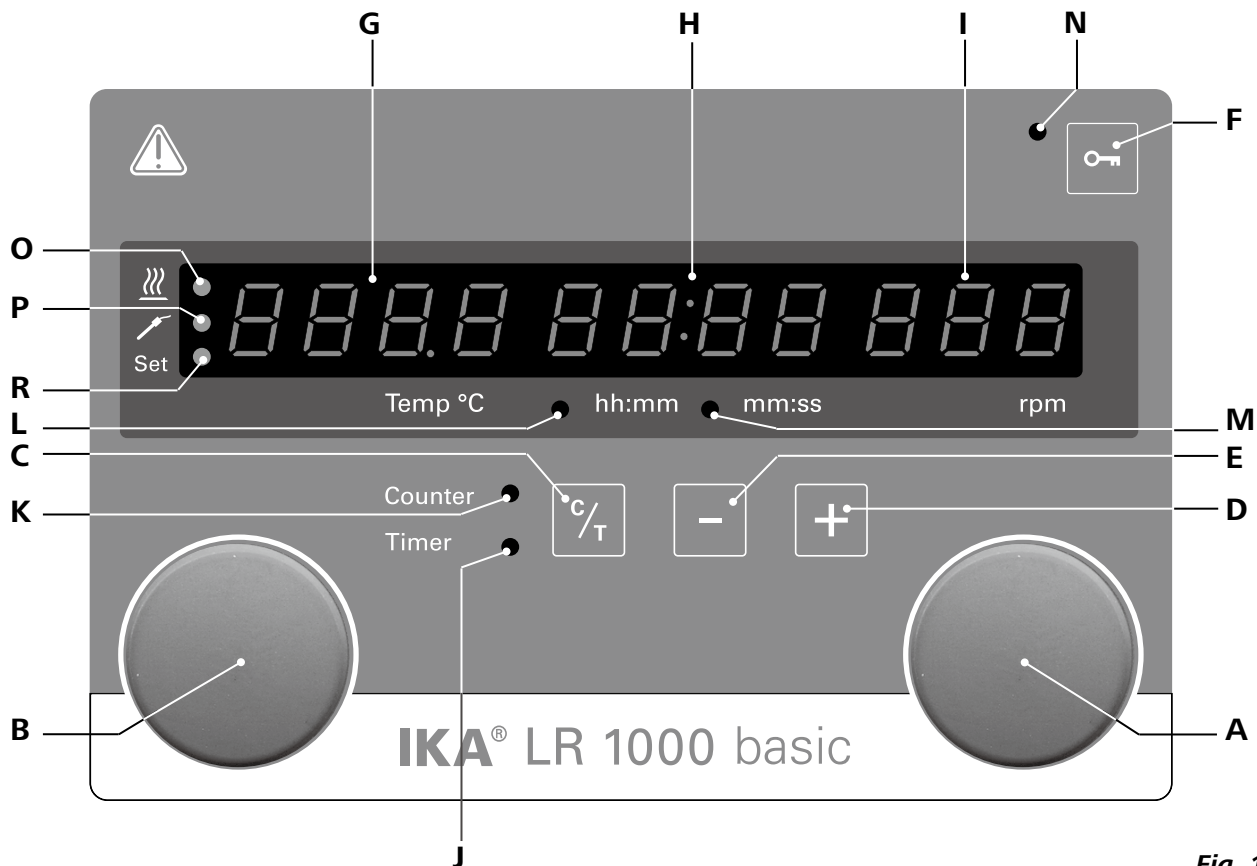

Fig. 11
Вращая поворотную-нажимную ручку (A), можно регулировать заданную частоту вращения. Для запуска мешалки нажмите поворотную-нажимную ручку (A, см Fig. 11).
Вращая поворотную-нажимную ручку (B), можно регулировать заданную температуру. Для включения нагрева нажмите поворотную-нажимную ручку (B, см Fig. 11).
Функцию нагрева можно запустить и остановить нажатием на левую поворотную/нажимную ручку (B). Далее на дисплее будет поочередно отображаться целевая и фактическая температура (G, см. рис. 11). При отображении значения начальной температуры загорается светодиод (R, см. рис. 11).
При работе менее 1 часа счетчик находится в режиме отображения минут и секунд (ММ:СС), и загорается светодиод (М, см. рис. 11).
Для регулировки времени нагревания служат кнопки Time (+) (D, см. рис. 11) и Time (-) (D, см. рис. 11). Если установлено значение более 1 часа, дисплей от отображения минут и секунд (ММ:СС) переключается к показу часов и минут (ЧЧ:ММ). Загорается светодиод (L).
Переключение между функциями Counter (Счетчик) и Timer (Таймер) осуществляется нажатием на клавишу Counter/Timer (C, см. рис. 11). Светодиод таймера (J, см. рис. 11) указывает, что включена функция Timer.
Повторное нажатие на клавишу Counter/Timer (C) приведет к включению функции Counter (Счетчик), и загорится светодиод счетчика (K, см. рис. 11).